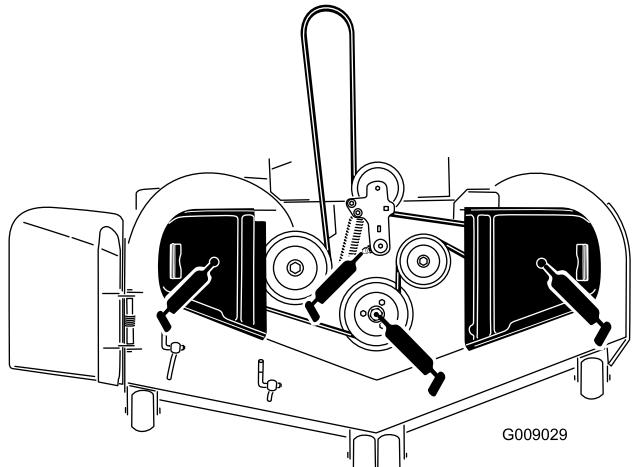

Figure 41
- Graissez le pivot de la poulie de tension du tablier de coupe jusqu'à ce que la graisse ressorte par le bas (Figure 41).
- Lubrifiez les roulements des 3 axes jusqu'à ce que la graisse ressorte par les joints inférieurs (Figure 41).